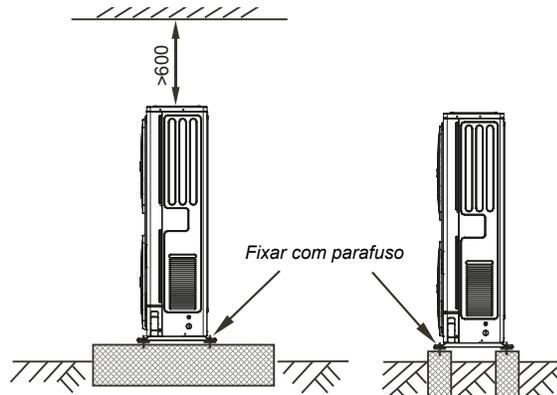

Figura 7.
- Fixe os pés da unidade firmemente com parafusos para evitar desmoronamento em caso de terremoto ou ventos fortes. (Ver Figura 7).
Use água com sabão ou um detector de vazamentos em todas as conexões para verificar se há vazamento. (Ver Figura 7).